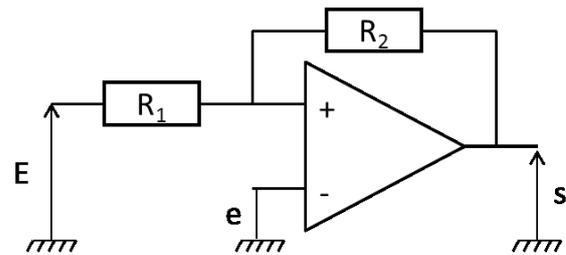

Figure 3. Comparateur à hystérésis.
Le comparateur à hystérésis choisi est représenté en figure 3. La sonde délivre une tension proportionnelle à la température telle que : $e(t) = 0,1T(t)$. E est une tension de référence, à régler en fonction des seuils de température voulus.
11) On suppose l'ALI idéal. Exprimer les tensions de seuil E_+ et E_- en fonction de E , R_1 et R_2 , tensions pour lesquelles le signal de sortie bascule de $+V_{\text{sat}}$ à $-V_{\text{sat}}$ et inversement. Tracer la caractéristique entrée-sortie $s = f(e)$ du comparateur donné en figure 3. On fera apparaître les tensions de seuil. Les tensions de saturations sont égales à $\pm 15\text{V}$.